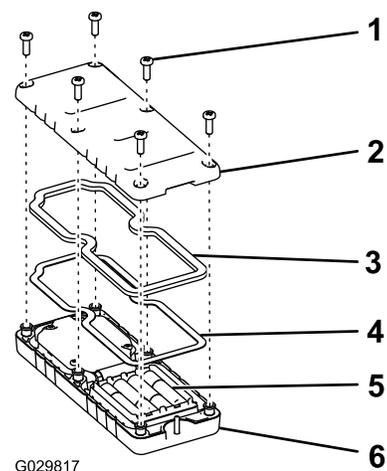

Рисунок 40
- Отверните 6 винтов в задней части пульта дистанционного управления и снимите крышку (Рисунок 40).
- Установите крышку, закрепите ее с помощью 6 ранее снятых винтов (Рисунок 40) и затяните их с моментом 1,5-1,7 Н·м.